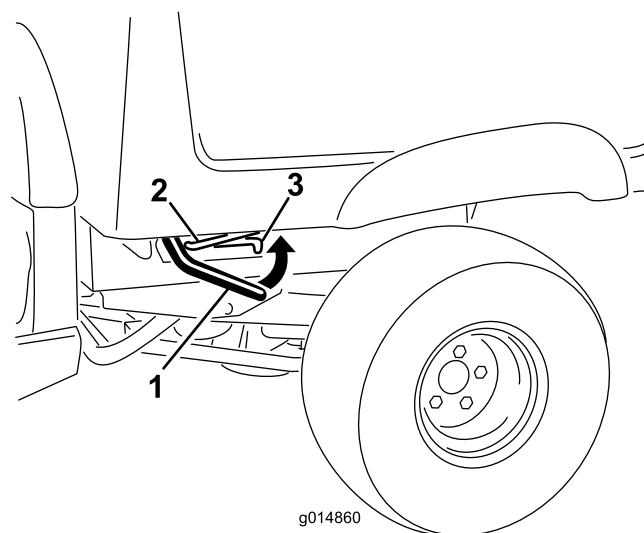

Figure 17
1. Levez le levier de chaque côté du plateau et relevez le plateau (Figure 17).
2. Placez la béquille de maintien dans la fente de verrouillage pour bloquer le plateau en position (Figure 17).